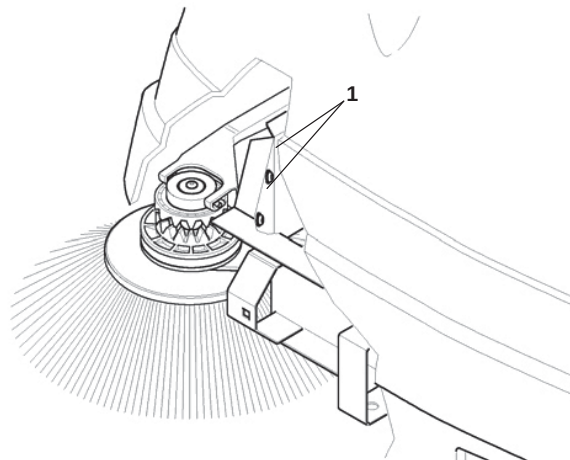

FIG. 6/A
El cepillo lateral se regula aflojando los tornillos pos. 1 Fig. 6/A y colocando manualmente el cepillo a lo largo de las ranuras a la altura deseada. Tras haber determinado la altura, apriete los dos tornillos.